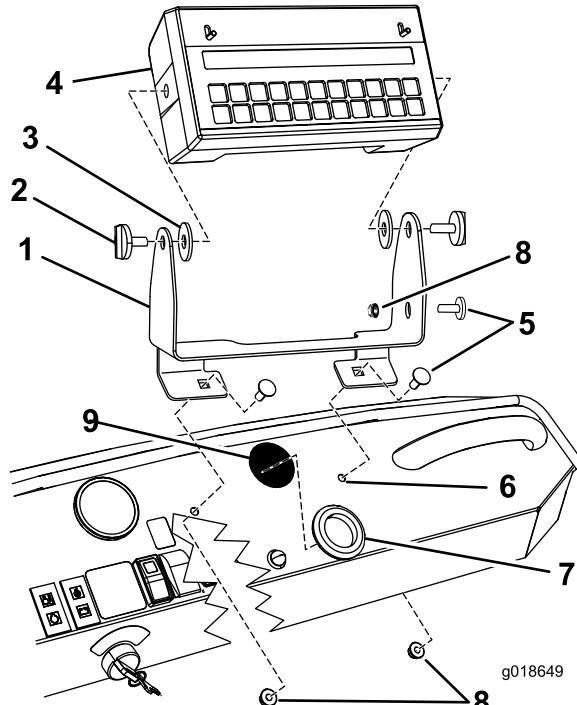

図 2
- 取り付けブラケットをダッシュボードに固定する キャリッジボルト5/16 x 3/4 インチ 2本と ロックナット5/16 インチ 2個を使用する図 2。
7. ハンドノブ2個を使ってコンピュータコンソールを、取り付けブラケットに取り付ける図2。